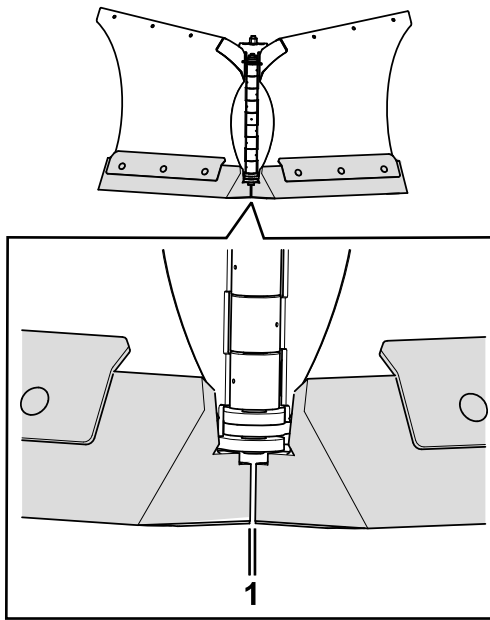

**Figura 2**
4. Fije los bordes de corte de uretano y las pletinas a las cuchillas con los pernos de cuello cuadrado, las arandelas y las contratuercas que se proporcionan en el kit (Figura 2). Apriete provisionalmente las fijaciones a mano.